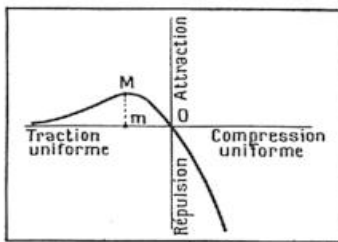

FIG. 1. — COMMENT VARIE LA FORCE AGISSANT SUR UN DES ÉLÉMENTS MATÉRIELS D'UN CRISTAL SOUMIS À DES TRACTION ET COMPRESSIONS UNIFORMES
L'analyse par les rayons X (1) et par les rayons cathodiques (2) a permis de connaître la structure intime des cristaux ; ceux-ci peuvent être considérés, en définitive, comme des ions positifs (résidus d'atomes privés d'un ou de plusieurs électrons) arrangés en ordre au sein d'un nuage d'électricité négative formé par des électrons en équilibre statistique. Partant de là, le physicien Born a établi une formule qui fait connaître la force agissant sur un des éléments matériels du cristal, soumis à des tractions ou à des compressions *uniformes*, comme celles qui peuvent être transmises par l'intermédiaire d'un liquide enfermé dans une presse hydraulique ; ses résultats sont représentés graphiquement par la figure 1. On voit que la courbe, dont le point O correspond à l'équilibre normal, passe en M par un maximum ; ce maximum correspond lui-même à un état instable, puisque, lorsqu'on augmente ou qu'on diminue la traction, la
(1) Voir *La Science et la Vie*, n° 143, page 349.
(2) Voir *La Science et la Vie*, n° 235, page 32.